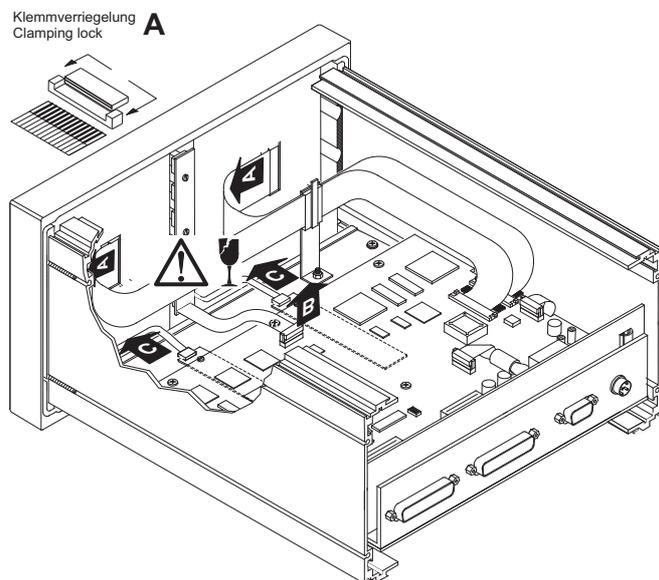

Bild D 8-26 Lösen von Verbindungs- und Flachbandkabeln
2. Entfernen Sie an den Displays vorsichtig die Flachbandkabel aus den Klemmverriegelungen (siehe Bild D 8-26, A). Entfernen Sie dann vorsichtig auf der Hauptplatine den Steckverbinder des Tastenprintkabels (siehe Bild D 8-26, B). Entfernen Sie zuletzt vorsichtig die Verbindungskabel der Displays von den Invertern auf der Unterseite der Hauptplatine (siehe Bild D 8-26, C). Achten Sie darauf, die Flachbandkabel nicht durch Verkanten zu beschädigen.